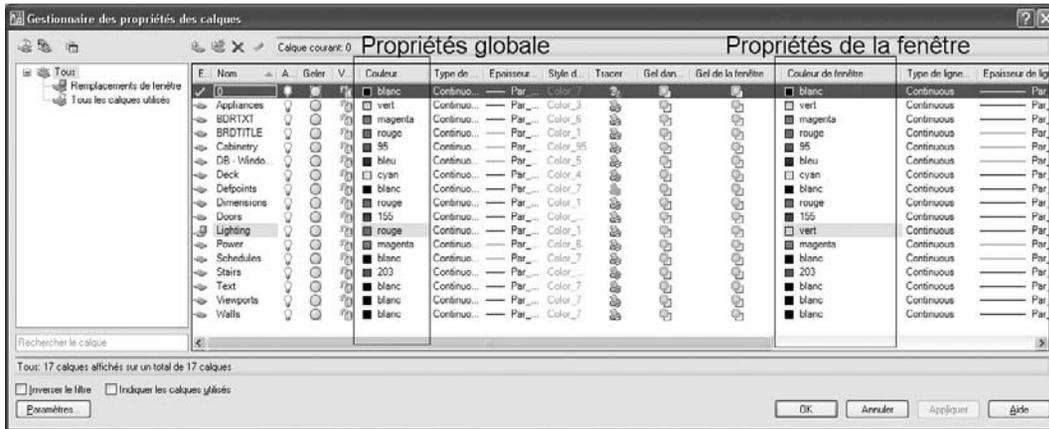

Fig.2.17
- 3 Dans le gestionnaire des propriétés des calques, sélectionnez les propriétés globales à remplacer dans les colonnes **Couleur de fenêtre**, **Type de ligne de fenêtre**, **Epaisseur de ligne de fenêtre** et **Style de tracé de fenêtre** (fig.2.17).